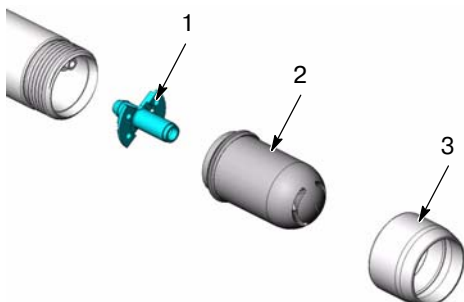

Рис. 1 Снятие форсунки с накидной гайкой
2. См. рис. 1. Отвернуть узел накидной гайки (3) и форсунки (2) с распылителя.
3. Вынуть переходник (1) из порошкового шланга.
9. См. рис. 1. Вставить переходник шланга (1) в порошковый шланг.